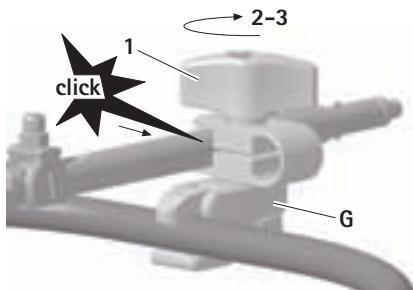

Fig. 7
- Fixar a barra de engate **B** ou a peça de união com engate rápido **A** na boca do grampo de fixação **G** e colocar na posição pretendida, ver Fig. 7.